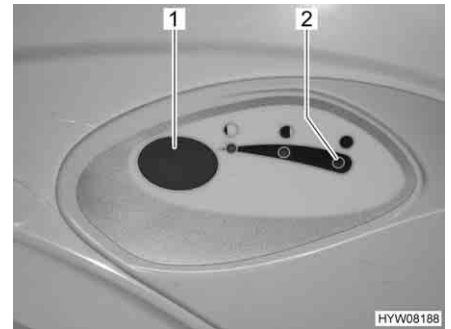

Fig. 227 Bouton pour la chasse d'eau/
- Pour actionner la chasse d'eau, appuyer sur le bouton bleu (Fig. 227,1).
Le voyant de contrôle (Fig. 227,2) s'allume lorsque le réservoir pour matières fécales doit être vidé.